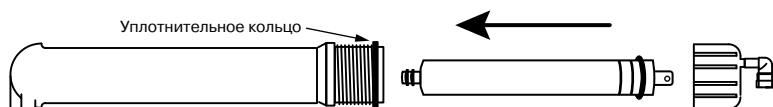

Рис. 15
1. Установите префильтр(ы). Первый префильтр (маркировка на колбе PREFILTER) уже установлен во всех моделях. В во вторую колбу (маркировка CARBON) установите угольный картридж. В третью ступень (SEDIMENT) установите механический префильтр. Картриджи, соответствующие ступеням очистки для каждой модели фильтров, перечислены в таблице на стр. 18. Для установки картриджа необходимо раскрутить колбу при помощи ключа (10). Аккуратно снимите защитную пленку с картриджа и установите его в колбу. Обратите внимание на маркировку "THIS END NEXT TO VESSEL THREADS" на верхней крышке картриджа или на указания на этикетке. Закрутите колбу вручную, без применения ключа, не прикладывая чрезмерных усилий.
2. Установите мембрану. Для этого отсоедините трубку (Н) от быстроразъемного коннектора крышки мембраны. Откройте крышку колбы мембраны (маркировка MEMBRANE). Смажьте силиконовой смазкой резиновые уплотнения мембраны. Установите мембрану в корпус согласно **рис. 15**. Смажьте силиконовой смазкой уплотнение крышки колбы мембраны и аккуратно установите его на колбу. Закрутите крышку колбы мембраны и пристыкуйте трубку (Н). Следите, чтобы уплотнительное кольцо крышки колбы было установлено на колбе без перекосов.